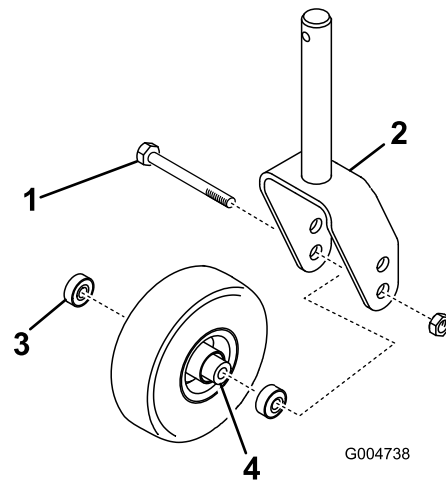
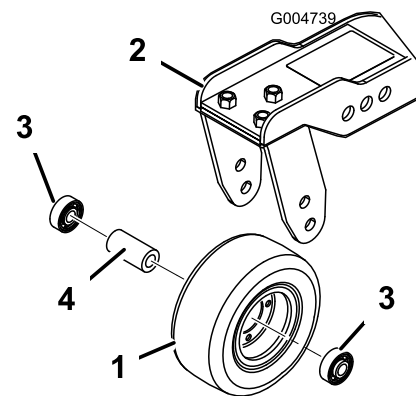

Figura 112
Figura 113
1. Retire la contratuerca del perno que sujeta el conjunto de la rueda giratoria entre la horquilla (Figura 112) o al brazo de pivote (Figura 113).
2. Retire el cojinete de la rueda y deje que se caiga el suplemento del cojinete (Figura 112 y Figura 113).